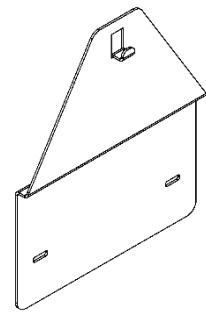

Рисунок 6. Переходная планка
7.2.3. При установке аппарата на место где ранее был установлен аппарат марки «NEVA» или «BaltGaz», который крепился к стене с помощью двух крючков, можно выкрутить данные крючки и использовать отверстия для установки переходной планки (см. рис. 6). Переходная планка 114511-00.050 позволяет смонтировать аппарат с использованием уже имеющихся крепежных отверстий в стене. Переходная планка приобретается отдельно в фирменных магазинах или на сайте baltgaz.ru.